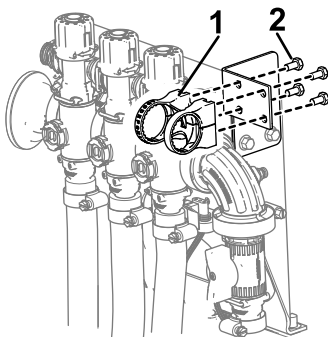

图 19
- 用 4 个螺栓 (M6) 将阀安装座安装到阀安装座支架上如图 19 所示。